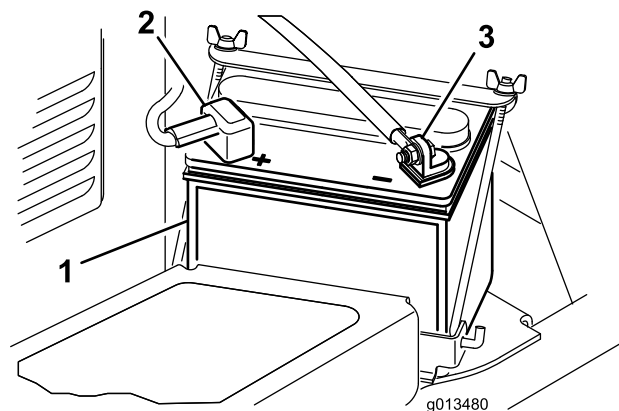

Bild 3
1. Setzen Sie die Batterie ein. Die Minusklemme befindet sich außen an der Maschine (Bild 3).
2. Befestigen Sie das Pluskabel (rot) mit einer 5/16- x 5/8 Zoll Schraube und einer Sicherungsmutter an der Plusklemme (+) (Bild 3).
5/8 Zoll) und einer Sicherungsmutter (5/16 Zoll) an der Minusklemme (-) der Batterie (Bild 3).